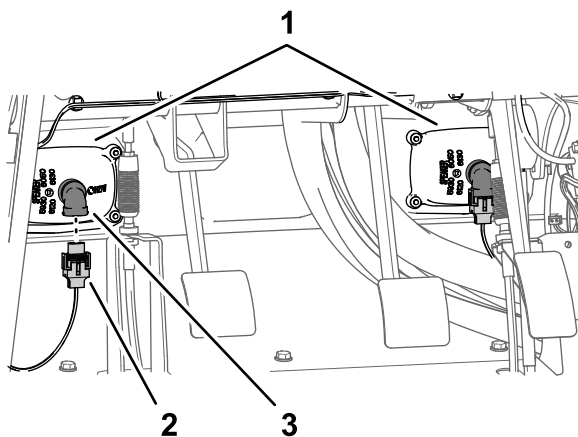

Figura 12
1. Desligue os dois conectores elétricos (duas tomadas) da cablagem da máquina dos conectores de dois pinos dos faróis esquerdo e direito (Figura 12).